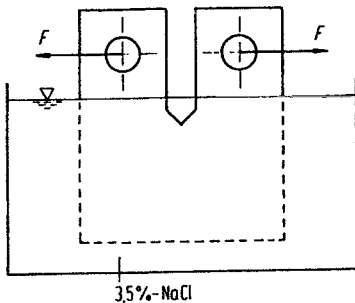

Bild A 6.3
- Für die Durchführung von Bruchmechanikversuchen in korrosiven Medien gelten alle Regeln, wie sie bereits in Kap. 4.6.3 dargestellt worden sind. Versuchstechnisch sind lediglich leicht abgewandelte Formen der Proben oder z.B. ein horizontaler Aufbau der Versuchsmaschine für die Anbringung des korrosiven Mediums notwendig, (siehe Bild A 6.3).